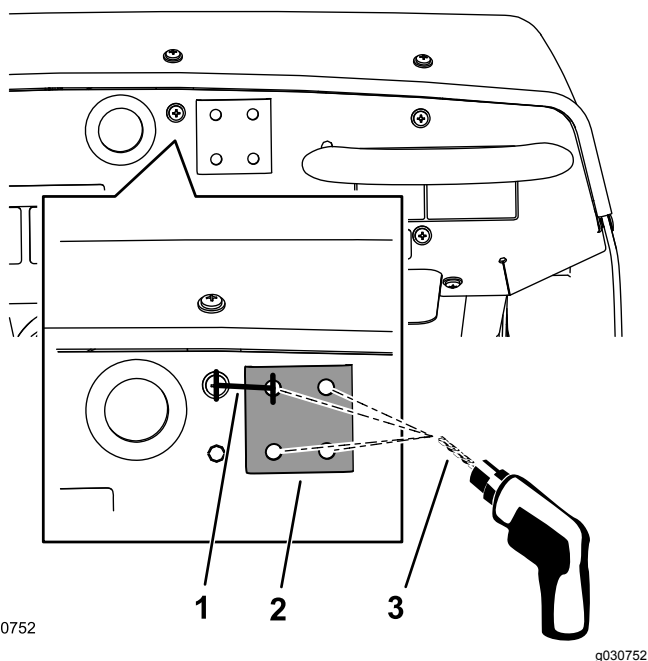

Рисунок 151
7. Выровняйте усиливающую пластину горизонтально по верху приборной панели и, используя усиливающую пластину в качестве шаблона, просверлите оставшиеся 3 отверстия в приборной панели (Рисунок 151).
1. На приборной панели машины найдите винт справа от отверстия в виде втулки в приборной панели (Рисунок 151).
2. Отмерьте вправо от центра винта расстояние 33,3 мм и карандашом отметьте это место вертикальной линией (Рисунок 151).
5. Просверлите отверстие в приборной панели в месте отметки керна сверлом диаметром 8 мм (Рисунок 151).